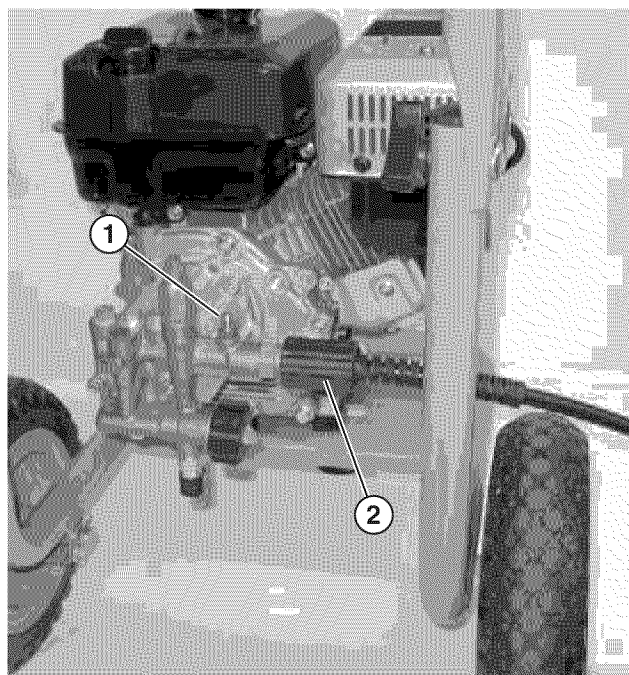

Figura 25 – Instalación de la manguera de alta presión – WP3000Z
12. Conecte la manguera de alta presión a la bomba y ajuste el accesorio de la manguera (Ver Figura 25). No apriete demasiado. El accesorio sólo se debe ajustar a mano.
13. Conecte la manguera de jabón al accesorio dentado si va a utilizar jabón (Ver Figura 25).